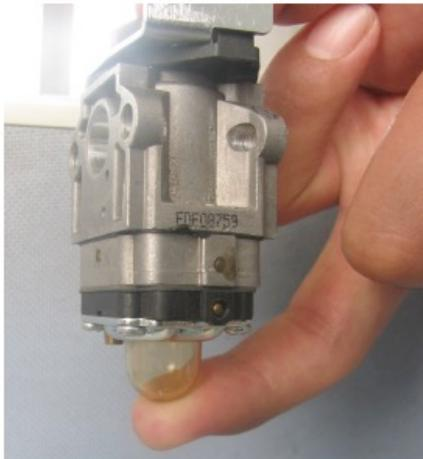

Figura 6
- a.) Pulse el cebador para cebar la mezcla. Ver figura 6